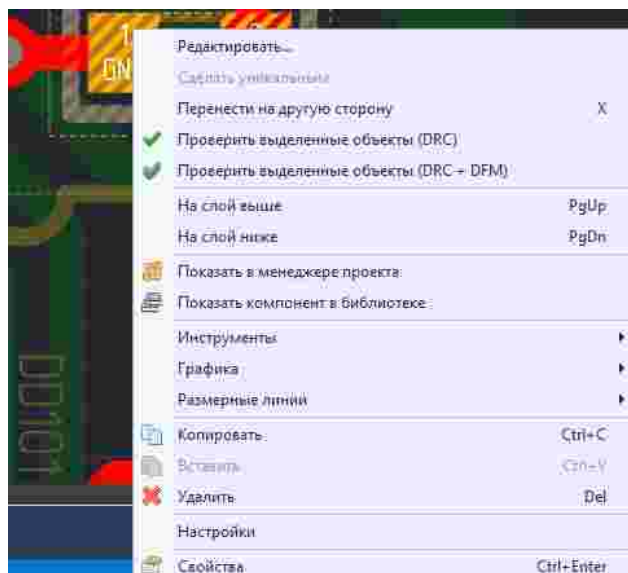

Рис. 112 Изменение посадочного места на плате
2. Вызвать контекстное меню и выбрать пункт «Редактировать», см. Рис. 112.